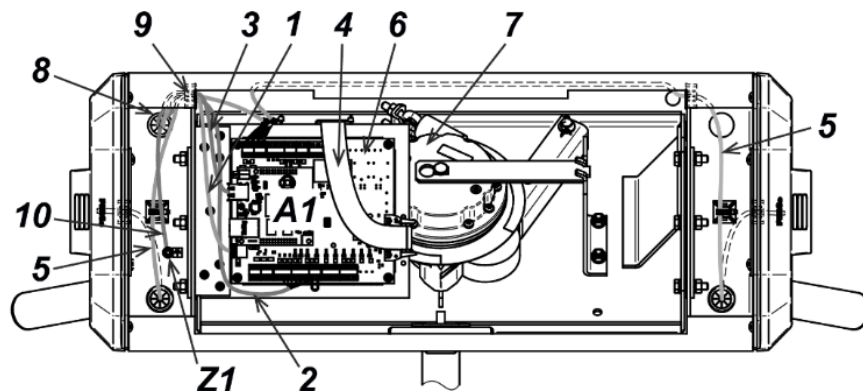

Рисунок 14. Схема прокладки кабелей в стойке ЭП
6. Подготовьте в полу отверстия под гильзы анкеров для крепления стойки ЭП. Установку и крепление стойки производите после прокладки всех кабелей в кабельном канале и внутри стойки. Схема прокладки кабелей в стойке и места расположения отверстий, в которые следует установить изоляционные втулки из комплекта поставки, показаны на рис. 14.
8. Аккуратно снимите крышку стойки ЭП (3), открыв ключом замок (4) (см. разд. 6).
10. Протяните кабели внутри стойки. Рекомендуемое расположение кабелей при прокладке внутри стойки показано на рис. 14.
16. Выполните заземление стойки ЭП в соответствии с требованиями ПУЭ («Правила устройства электроустановок»). Контакт заземления **Z** находится под крышкой стойки (3), слева от плат контроллера (см. рис. 14).
17. Проверьте правильность и надежность всех электрических подключений. При помощи площадок самоклеящихся и стяжек неоткрывающихся из комплекта поставки закрепите все кабели. После подключения всех кабелей и закрепления стойки на полу установите на место крышку (3) (см. разд. 6). Закройте заглушками Ø30 мм из комплекта поставки четыре отверстия для анкерных болтов в основании (2) и вспомогательное отверстие для подводки кабелей в нижней части каркаса (1) (если оно не используется).
18. Для установки в рабочее положение преграждающих планок снимите с поворотного механизма крышку (6), отвернув винт М4×25. Отверните болт М8×30, установленный на преграждающей планке (5). Установите преграждающую планку в соответствующее посадочное место и зафиксируйте болтом. Под головку болта установите пружинную шайбу. Затяжка болтов должна обеспечивать надежную фиксацию преграждающей планки (без люфта). Повторите операции при установке остальных преграждающих планок. Установите на место крышку (6) согласно рекомендациям разд.6.